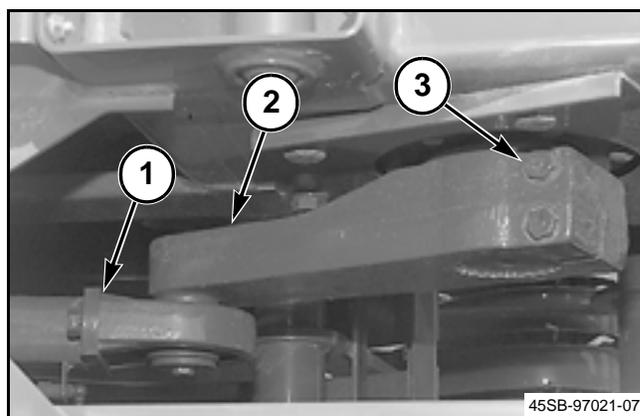

FIG. 88
FIG. 88: Gire el volante para mover el émbolo hacia atrás. Quite los tornillos de cabeza que sujetan la varilla de conexión del émbolo (1) al brazo del cigüeñal (2).